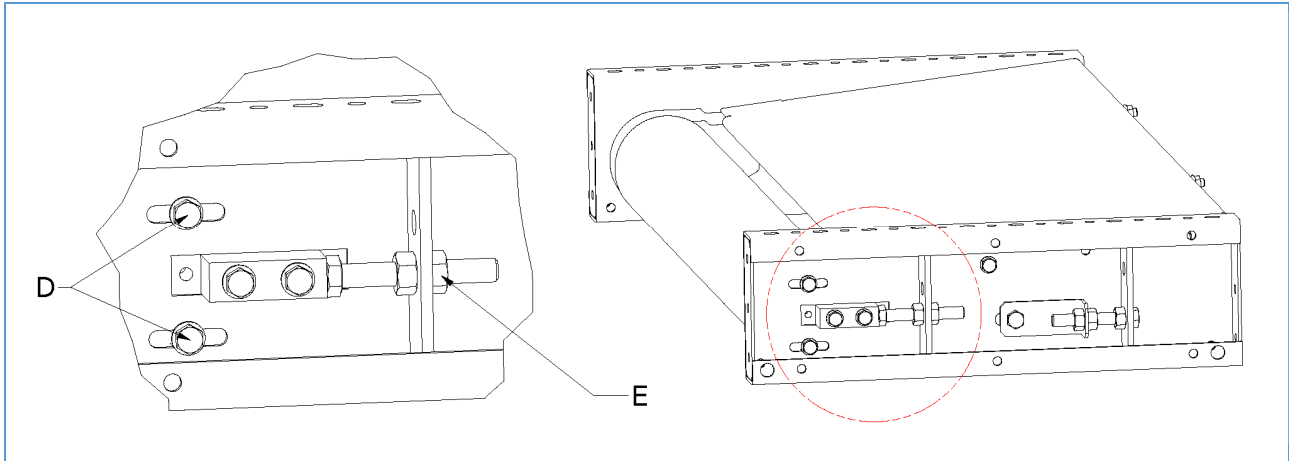

Figura 69 - dispositivo di regolazione del rullo di ritorno.
- iii. Allentare i controdadi ("B" per il modulo motore e "D" per il modulo di rinvio in Figura 69);
- iv. Allentare il dado di regolazione ("C" per il modulo motore e "E" per il modulo di rinvio in Figura 69);
- vi. Quando il tappeto è nella posizione voluta, allineare il rullo di rinvio perpendicolarmente al telaio, agendo sul dado di regolazione ("C" per il modulo motore e "E" per il modulo di rinvio in Figura 69);
- vii. Serrare i controdadi di bloccaggio ("B" per il modulo motore e "D" per il modulo di rinvio in Figura 69);